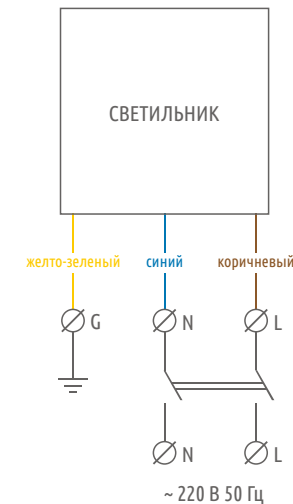

Рис. 2. Схема подключения светильника.
- Подключить провода согласно рис.2 без разбора Светильника.
- Подключить электропитающий провод к клеммной колодке согласно рис.2